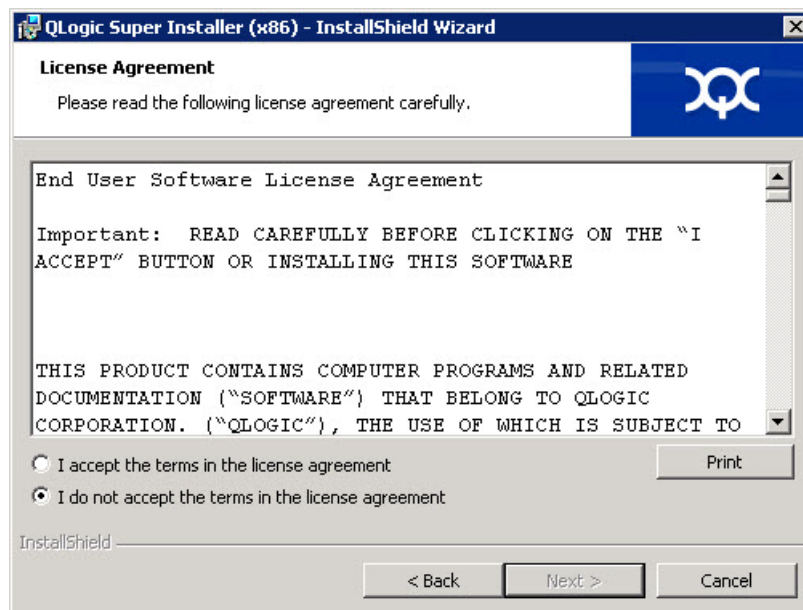

Abbildung 2-3. QLogic InstallShield Wizard: Lizenzvereinbarungsfenster
4. Im Fenster „License Agreement“ (Lizenzvereinbarung) des Assistenten (Abbildung 2-3 auf Seite 8):